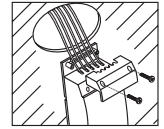

FIG.9
6. Siga el diagrama de conexonado elegido, conecte la caja de control a la alimentación, luego coloque la tapa protectora y ajuste los tornillos. (Ver FIG.9)